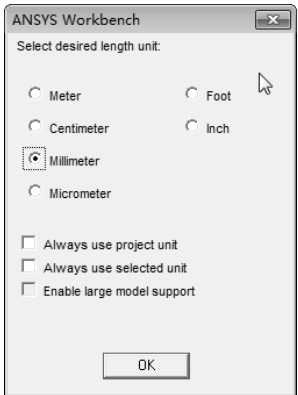

图 6-22 【ANSYS Workbench】对话框
- 3) 双击项目 A 中的 A2 栏的【Geometry】，此时会进入到 DesignModeler 界面，并弹出【ANSYS Workbench】对话框，选择【Millimeter】单选按钮设置 mm 单位，如图 6-22 所示。